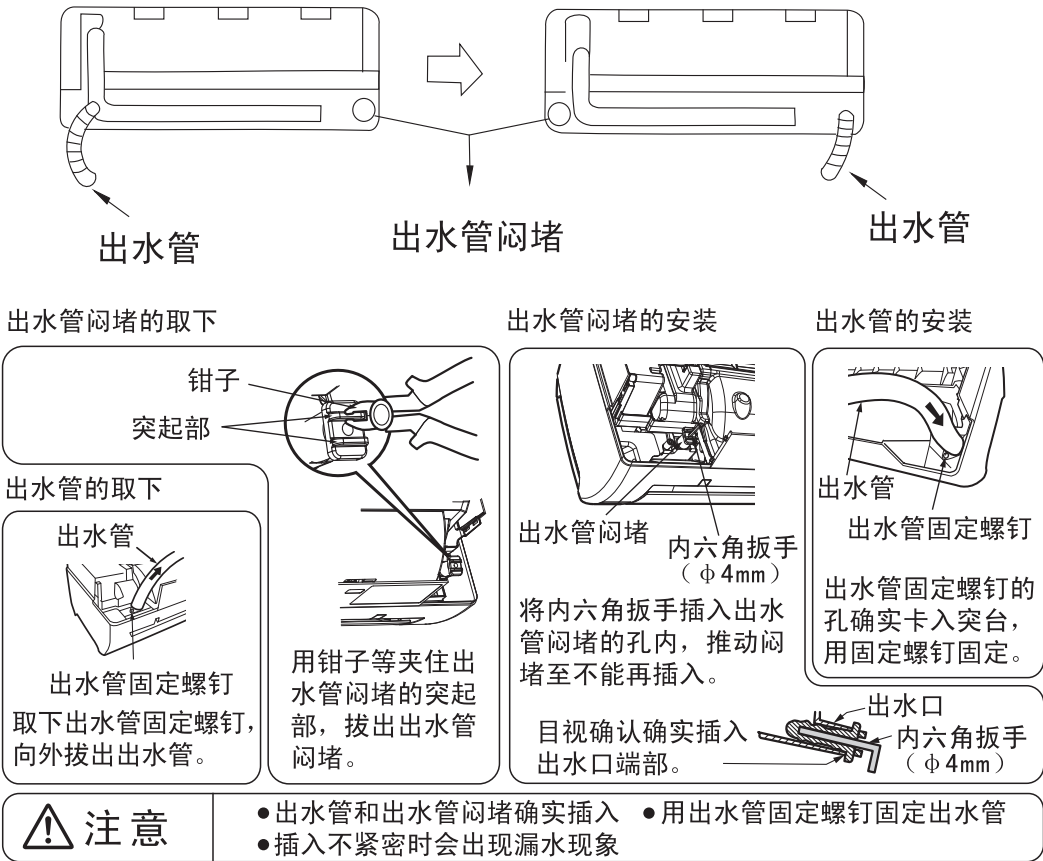

图9
(3) 如铜管从左边引出时，需将出水管和出水管闷堵互换位置，然后需如图9所示塞紧。（如果塞得不紧，冷凝水将会漏出及滴落。）